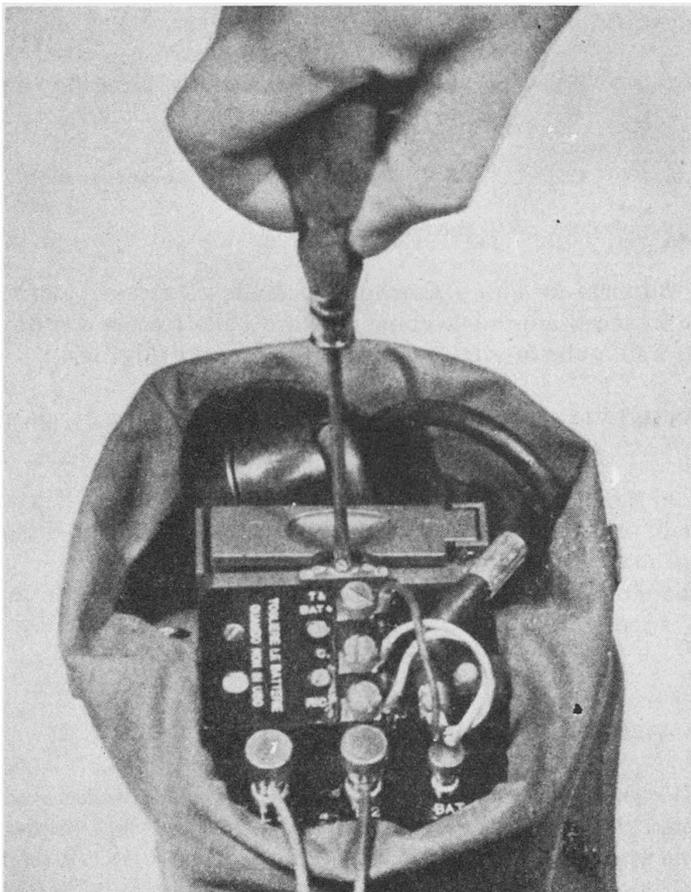

Fig. 14 - Regolazione del deviatore a vite.
a. *Batteria locale.* — Con un cacciavite si ruota il deviatore a vite in senso antiorario come indicato dalla freccia diretta verso LB fino a che la vite urta contro un arresto (Fig. 14).